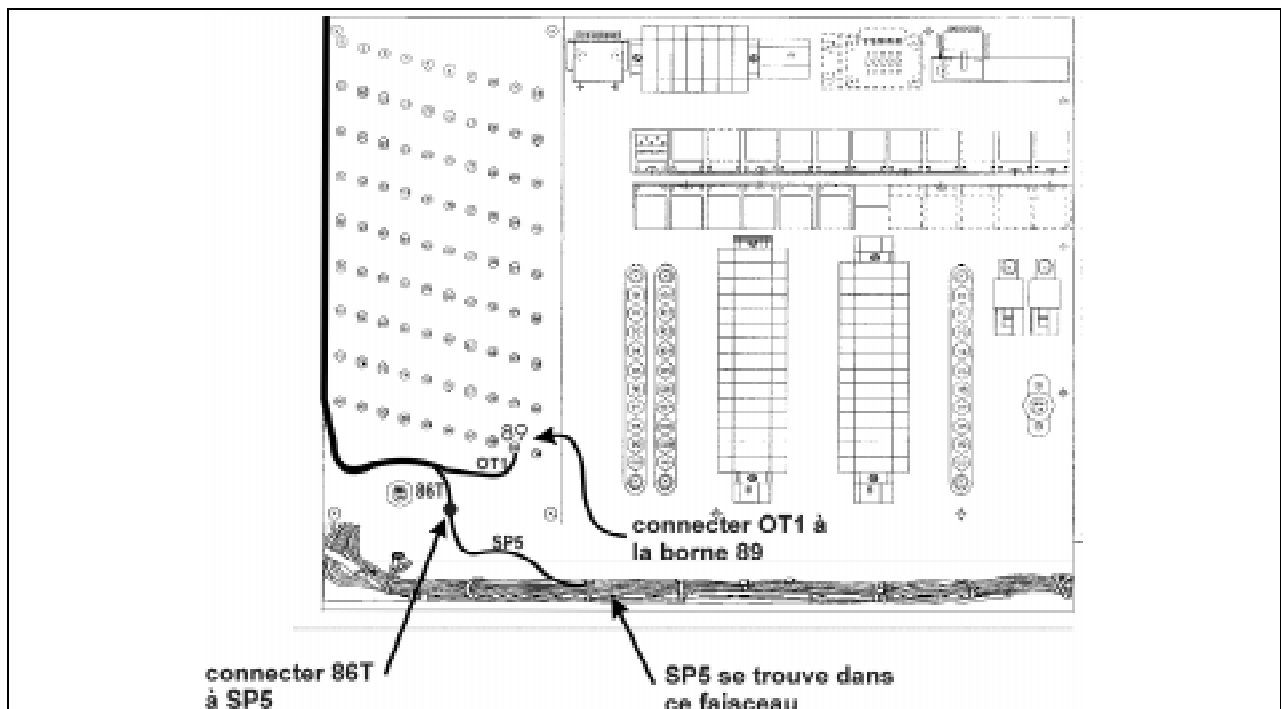

FIGURE 10 : VUE DU COMPARTIMENT ÉLECTRIQUE AVANT
- Dans le compartiment électrique avant, connecter la cosse à anneau du fil OT1 à la borne 89 et raccorder le fil 86T au fil SP5 qui se termine dans ce compartiment (figure 10).